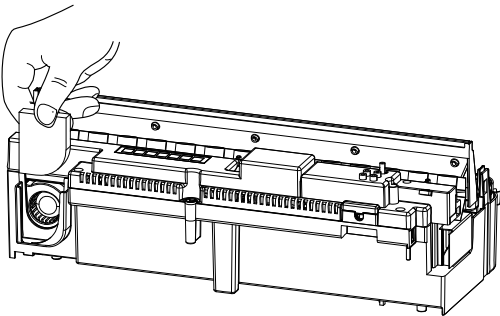

Fig.14
9. Legg litt oppvaskmiddel i kummen, og rengjør alle overflatene i kummen forsiktig med den vedlagte børsten. Rengjør omformeren forsiktig, inkludert metallskivene i den rifled overflaten på toppen. (Fig. 14)